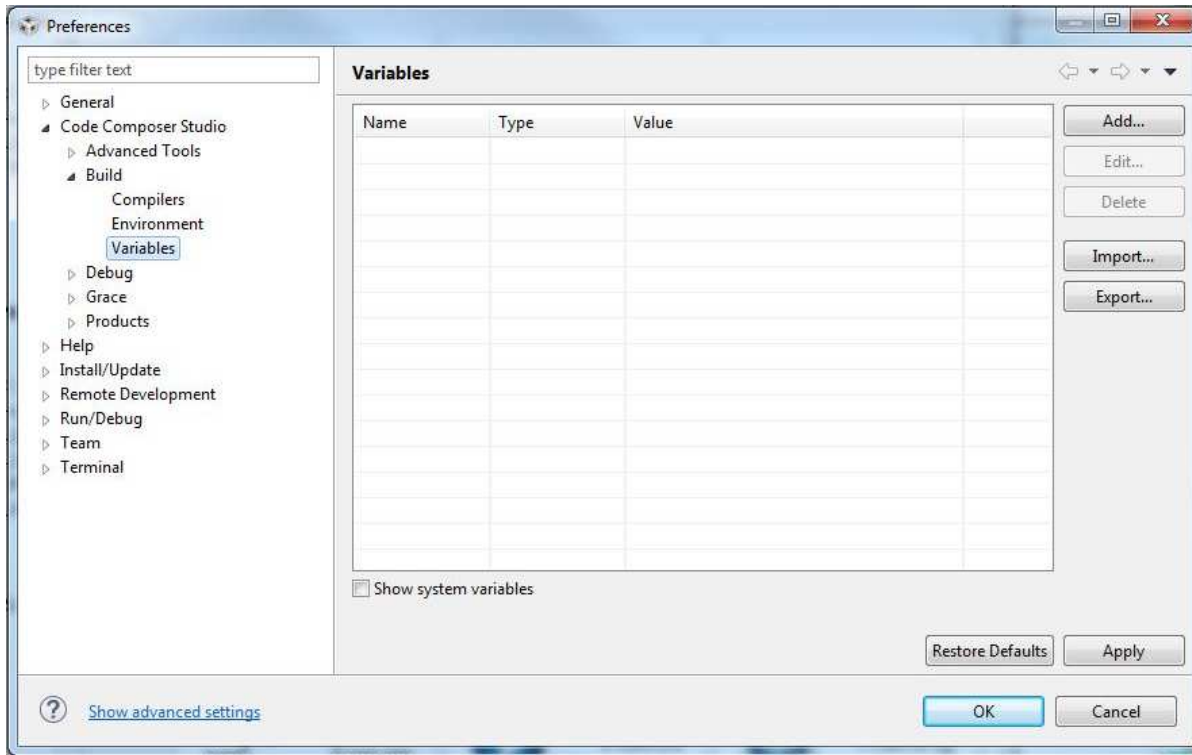

图 16. 安装 CCS™ - 添加变量
2. 运行 CCS 并选择窗口 (Window) → 首选项 (Preferences) → Code Composer Studio → 编译 (Build) → 变量 (Variables) → 添加 (Add) (请参见图 16)。